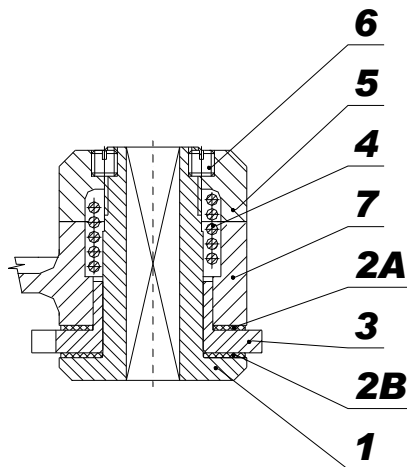

Рис. 6
2,5, 5t) имеют в основании отверстие, которое облегчает работу при распоре предметов на высоте над головой. Основание домкрата можно легко зафиксировать в требуемом положении используя, например, винт, и не прибегая к помощи помощника (рис. 6)
11.2.1 Демонтаж тормоза (рис. 6)
11.2.2 Монтаж и регулировка тормоза (рис. 6 и 7)